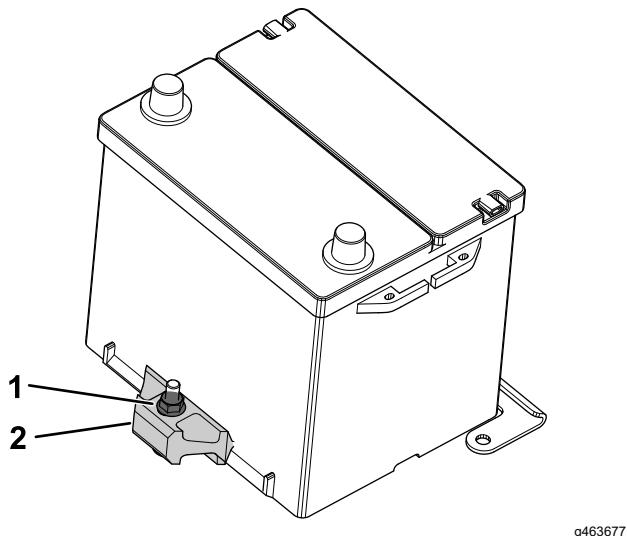

Figure 108
2. Desserrez le contre-écrou qui fixe le dispositif de retenue de la batterie et déposez la batterie de son support (Figure 108).
1. Placez la batterie sur son support et fixez-la au dispositif de retenue en serrant le contre-écrou (Figure 108).